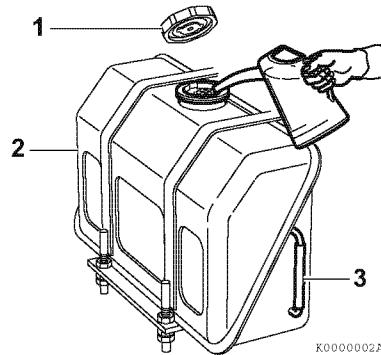

Рисунок 1
1. Очистите область вокруг крышки топливного бака (1, Рисунок 1).
2. Снимите крышку с топливного бака (2, Рисунок 1).
4. Следите за визуальным указателем уровня топлива (3, Рисунок 1) и прекращайте заправку, когда указатель показывает, что топливный бак полон.
5. Установите крышку топливного бака (1, Рисунок 1) на место и затяните ее рукой. При чрезмерно сильной затяжке крышка топливного бака может повредиться.